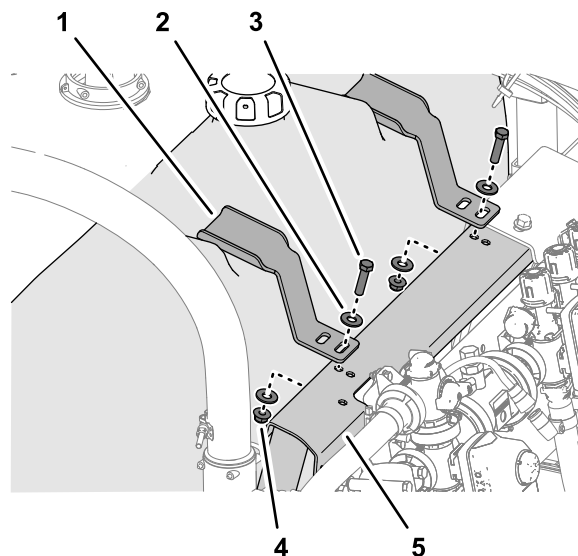

Figura 16
1. Alinhe o suporte de fixação com os relevos moldados na parte superior do depósito de lavagem (Figura 16)
2. Alinhe a ranhura no suporte de fixação com o orifício na base da válvula (Figura 16).
3. Monte sem apertar a fixação na base da válvula (Figura 16) com um parafuso (3/8 x 1 1/2 pol.), duas anilhas (3/8 pol.), e uma porca de bloqueio flangeada (3/8 pol.) que removeu em Remoção do depósito de lavagem \(página 6\).
4. Repita os passos 1 a 3 para a outra fixação na outra reentrância no depósito de lavagem (Figura 16).